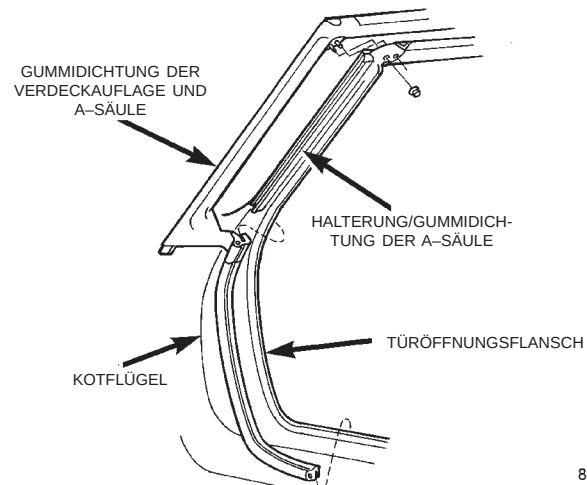

Abb. 40 Gummidichtung der Verdeckauflage und A-Säule
(1) faltverdeck teilweise anheben.
(2) Rückspiegel abbauen.
(3) Sonnenblenden abbauen.
(4) Verkleidung der Verdeckauflage abbauen.
(5) Beide Türschwellerverkleidungen abbauen.
(6) Haltemuttern lösen, mit denen die Gummidichtung der Verdeckauflage und der A-Säule an den oberen Ecken der Windschutzscheibe befestigt sind (Abb. 40).
(7) Halteclips lösen, mit denen die Gummidichtung der A-Säule in den unteren Ecken der Windschutzscheibe befestigt ist.
(8) Gummidichtung der Verdeckauflage und der A-Säule aus dem Fahrzeug nehmen.